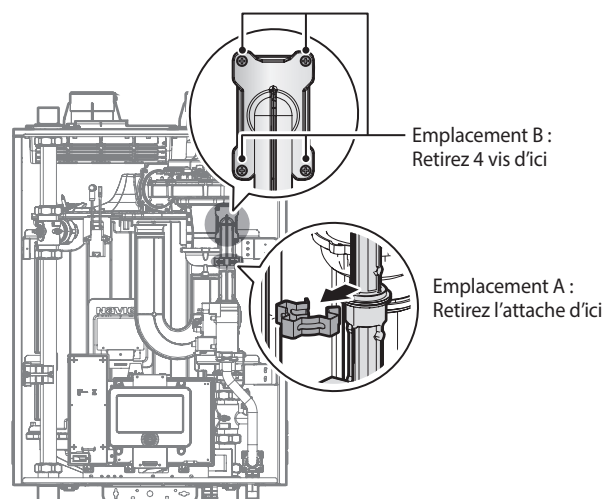

Figure 3. Retrait de l'adaptateur de sortie de la soupape à gaz et du moteur du ventilateur
5. Retirez l'attache de l'emplacement A – le raccordement situé au-dessus de la soupape à gaz, où il rejoint l'adaptateur de sortie de la soupape à gaz. Reportez-vous à la figure 3 à des fins de référence.